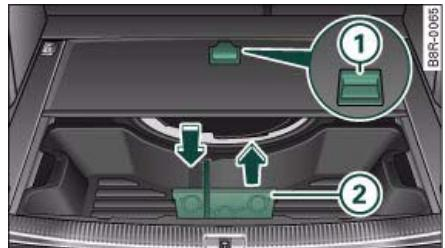

Fig. 95 Maletero:
- Levante la superficie de carga por el asidero ⇒ fig. 95 ① y pliéguela.